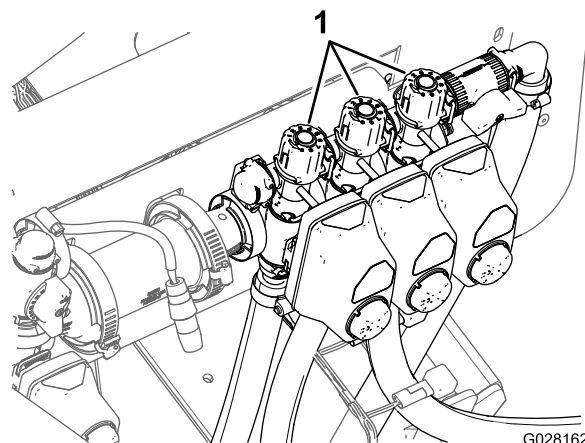

图30
9. 调节已关闭喷洒臂段所对应的喷洒臂段控制阀顶部的喷洒臂段旁通阀（图30），直到压力表上的压力读数与步骤 7 中记录的相同为止。